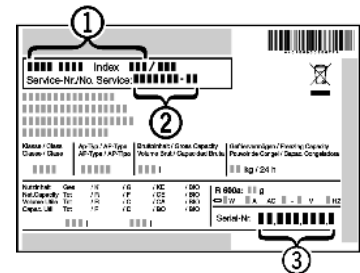

Fig. 18
- ▶ Denominación del aparato *Fig. 18 (1)*, nº del servicio técnico *Fig. 18 (2)* y nº de serie *Fig. 18 (3)* en la placa de identificación. La placa de identificación se encuentra en la parte interior izquierda del aparato.
- ▶ Informe al servicio postventa e indique el fallo, la denominación del aparato *Fig. 18 (1)*, el nº del servicio técnico *Fig. 18 (2)* y el nº de serie *Fig. 18 (3)*.